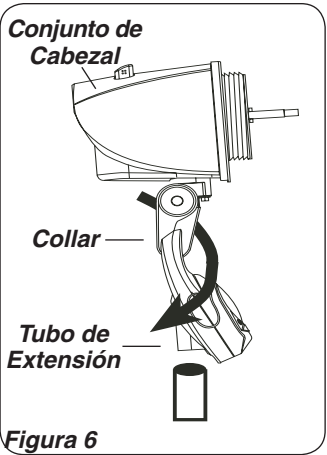

Figura 6
1. Coloque el **Conjunto de Cabezal** con el **Collar** en el **Tubo de Extensión**. (**Figura 6**)